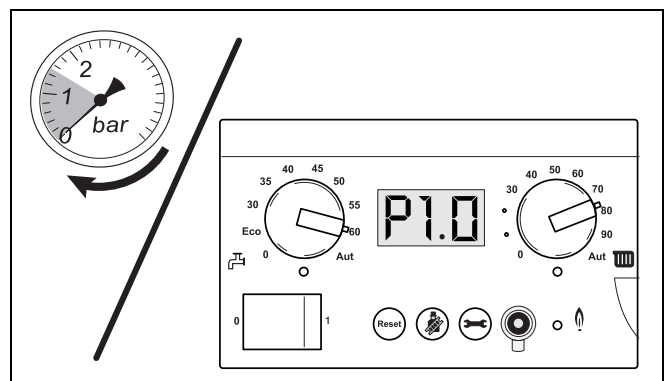

Рис. 13 Считывание показаний манометра
- Осторожно открыть водопроводный кран и медленно наполнить отопительную установку (рис. 13).